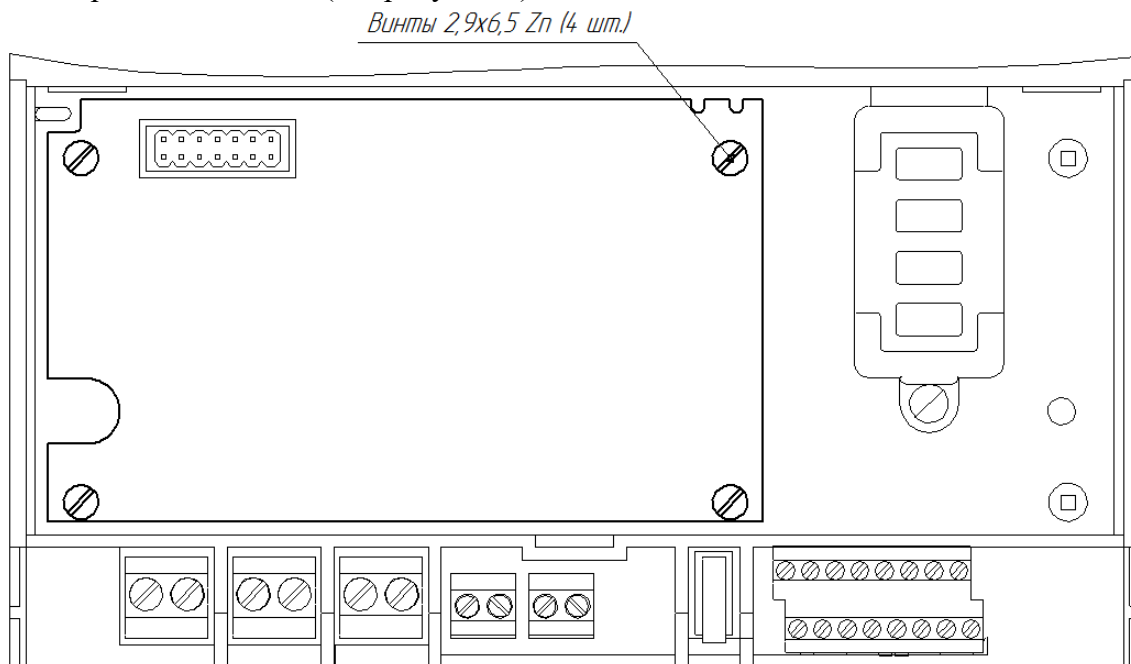

Рисунок 4 – Схема установки коммуникатора
4.4.3 Установить коммуникатор в отсек, совместив разъём X1 коммуникатора (см. рисунок 2) с разъёмом питания коммуникатора счетчика. Закрепить коммуникатор в отсеке, закрутив 4 крепежных винта (см. рисунок 4).